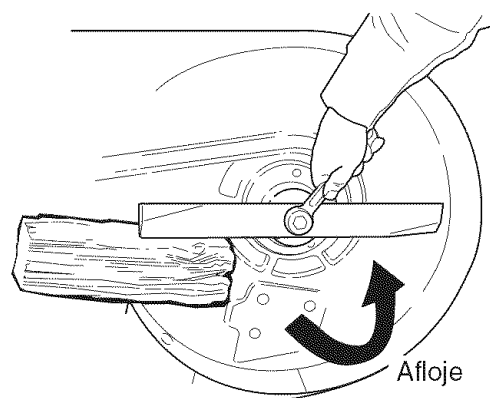

Figura 20. Remoción del Aspa
2. Vea la Figura 20. Quite el aspa para inspeccionarla o para ganar acceso seguro al lado inferior de la cubierta de la podadora. Use un bloque de madera para evitar que gire el aspa mientras afloja el tornillo de cabeza hexagonal girándolo a la izquierda.